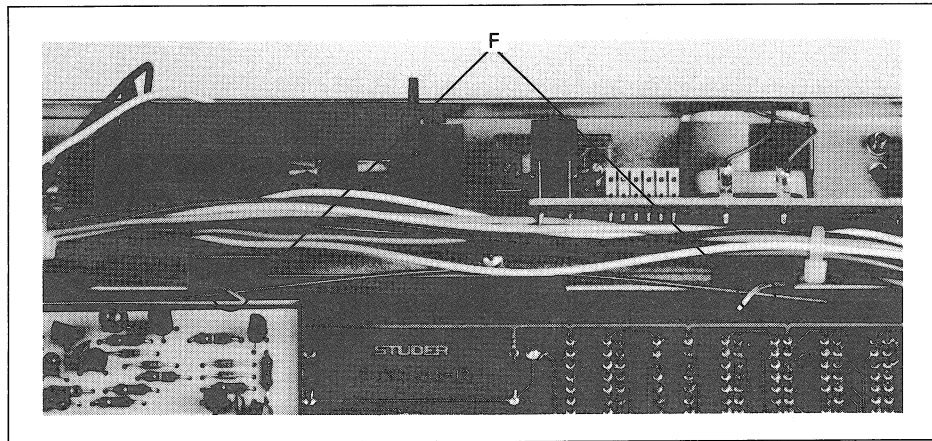

Fig. 2.8
- Die beiden Befestigungsklammern  $\textcircled{F}$  (Fig. 2.8) des Display-Prints lösen, dadurch kann der Print sachte nach oben aus dem Chassis gezogen werden.
- Unfasten both mounting clips  $\textcircled{F}$  (Fig. 2.8) of the display circuit board. The circuit board can now be carefully pulled out of the chassis towards the top.